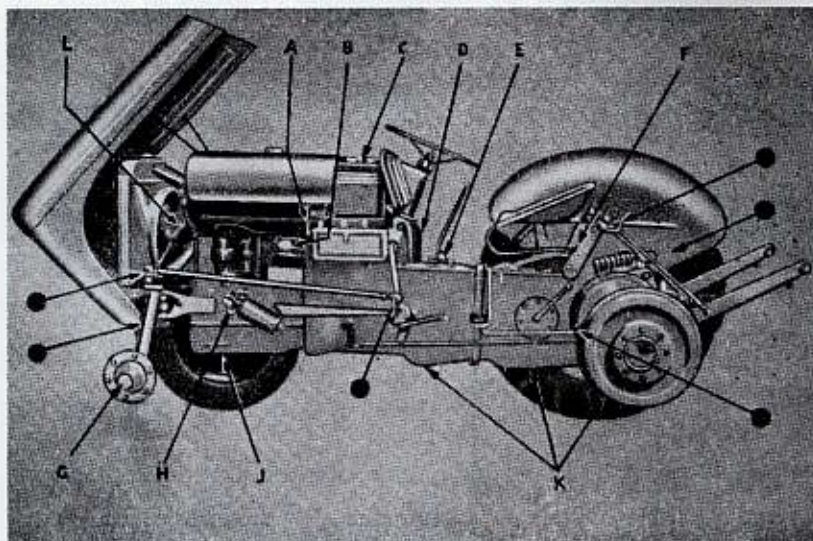

Bild 1.
Fyll på olja i kraftöverföringen till övre märket i mätstickan, om så erfordras. E på bild 1 visar påfyllningspluggens läge. Genom denna påfyllningsplugg förses växellådan, hydrauliska systemet och bakaxelväxeln med olja. Tillåt tillräcklig tid för oljan att nå upp till nivåstickan vid påfyllning, innan nivåstickan avläses.
**Anm.:** Avtappa oljan genom alla tre avtappningshål, K bild 1 (växellådan, hydrauliska systemet och bakaxelväxeln).
Fyll på olja i kraftöverföringen till övre märket på mätstickan, om så erfordras. E på bild 1 visar påfyllningspluggens läge. Genom denna påfyllningsplugg förses växellådan, hydrauliska systemet och bakaxelväxeln med olja. Tillåt tillräcklig tid för oljan att nå upp till nivåstickan vid påfyllning innan nivåstickan avläses.
**Anm.:** Avtappa oljan genom alla tre avtappningshål. K bild 1 (växellådan, hydrauliska systemet och bakaxelväxeln).